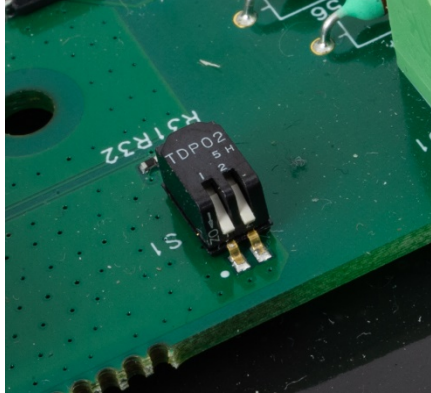

Abbildung 4-7: Metrologieschalter SW1-1 und SW1-2, beide EIN
- Wenn die Metrologiedaten zurückgesetzt werden müssen, müssen SW-1 und SW1-2 gleichzeitig eingeschaltet sein (siehe Abbildung 4-7).